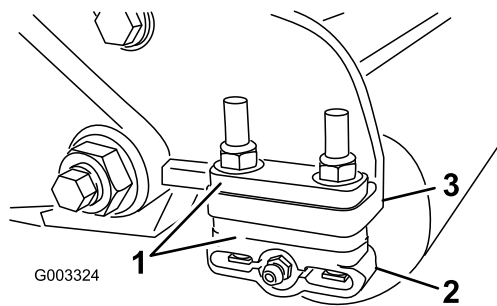

图 12
1. 按照图 12 通过将所需数量的隔片放置在侧板安装法兰(图 12)下方将后滚筒支架剪草高度和底刀选择表(页码 10)调整到所需的剪草高度范围。